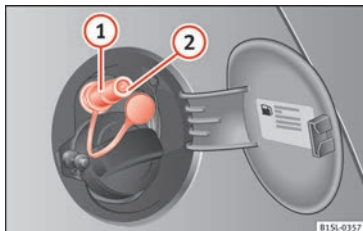

Fig. 167 Trappe à carburant ouverte : goulot de remplissage de gaz ①, serrure du goulot de remplissage ②.
- Enlevez le bouchon du goulot de remplissage de gaz » » **fig. 167 ①**.